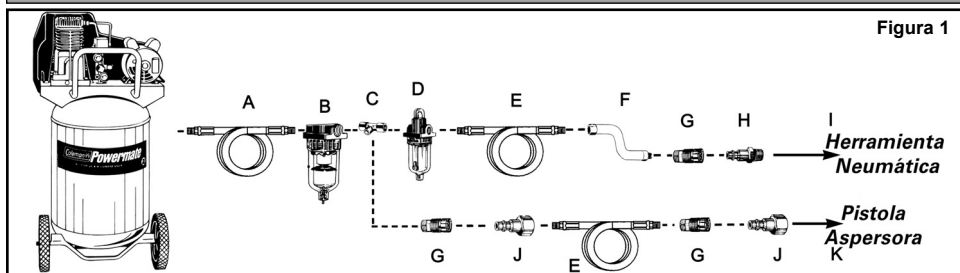

Figura 1
- Conecte la herramienta al acoplador rápido de la manguera de aire. **NOTA: Se recomienda utilizar una manguera de conexión flexible con un cabezal giratorio (P012-0079SP - no incluida) para evitar que la manguera de aire se doble, enrosque o gaste demasiado (ver ítem "F" en la figura 1 para las conexiones recomendadas).**